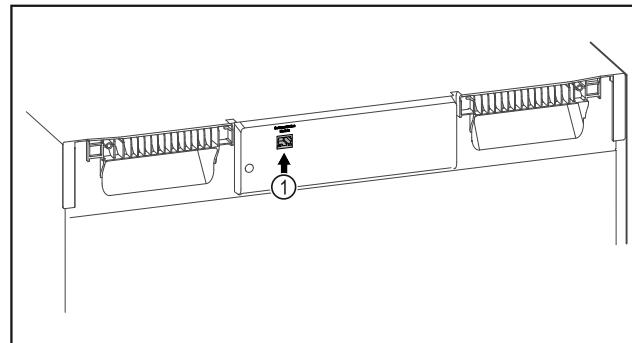

Fig. 102
Vstavljen je SmartModule Fig. 102 (1).